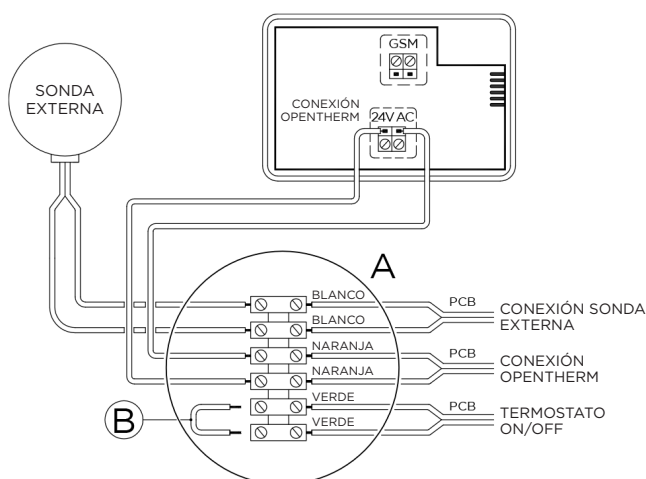

Figura 14: Esquema conexionado termostatos y sonda exterior
1. El termostato ambiente debe estar conectado directamente a la regleta de caldera según esquema adjunto (figura 14).